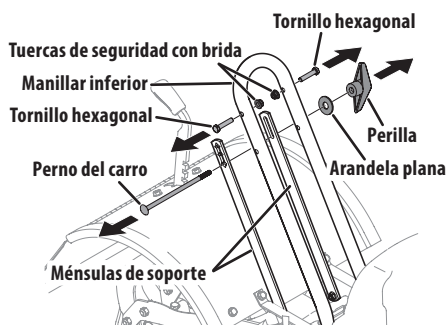

Figura 1
1. Retire los dos tornillos hexagonales (5/16-18 x 1.50), las dos tuercas de seguridad con brida (5/16-18), el perno del carro (5/16-18 x 6.75), la arandela plana (.349 x .879 x .063) y la perilla (5/16-18) del manillar inferior y de las ménsulas de soporte. Vea la Figura 1 en la página 21.